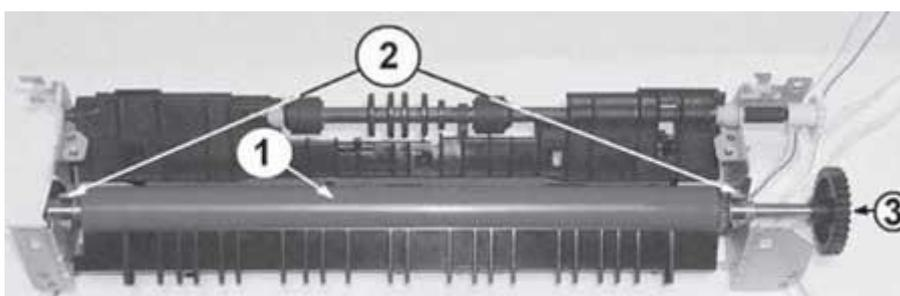

Рис. 15. Резиновый вал в сборе с шестерней привода и бушинги резинового вала
- резиновый вал (рис. 15, поз. 1);
7. Снимают резиновый вал в сборе с шестерней привода (рис. 15, поз. 1) и бушинги резинового вала (поз. 2).
Очищают от загрязнений поверхность резинового вала и бушинги, после чего осматривают их. При обнаружении повреждений или износа элементы заменяют. Повреждение тефлонового покрытия вала нежелательно. Осматривают оси в зоне соприкосновения с бушингами. При глубоких повреждениях рабочей поверхности вала или большого износа осей под бушингами вал подлежит замене. Бушинги подлежат замене при видимом износе и при замене резинового вала. Наносят тонкий слой токопроводящей смазки на торец вала (рис. 15, поз. 3). Устанавливают на место бушинги, резиновый вал и направляющую бумаги в порядке, обратном снятию. Проверяют надежность фиксации защелки направляющей бумаги.